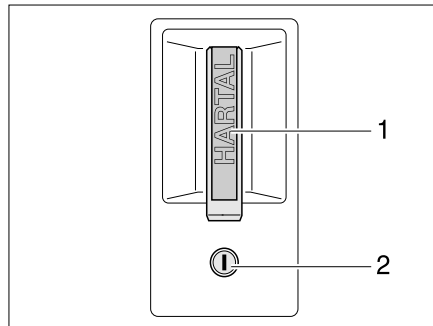

Bild 34 Türschloss Eingangstür, außen
- Schlüssel in Schließzylinder (Bild 34,2) stecken und drehen, bis das Türschloss entriegelt ist.
- Am Türgriff (Bild 34,1) ziehen. Die Tür ist geöffnet.
- Schlüssel in Schließzylinder (Bild 34,2) stecken und drehen, bis das Türschloss verriegelt ist.